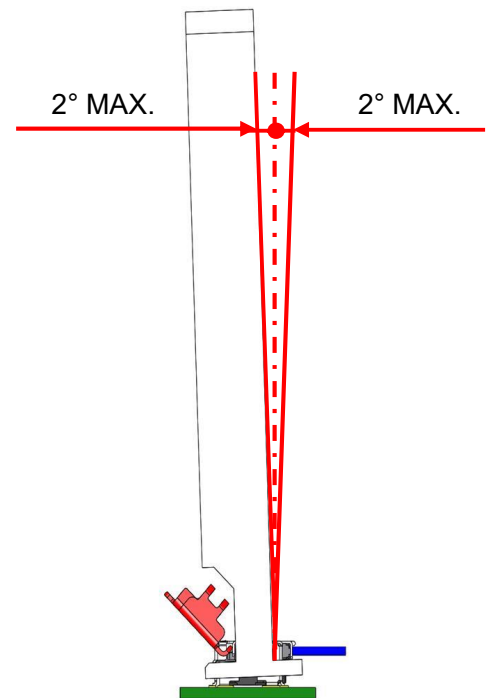

Fig.23 嵌合状态下的允许撬动角度
- 连接器嵌合状态下的允许撬动角度（电缆拉出方向的倾斜）如图 23 所示。